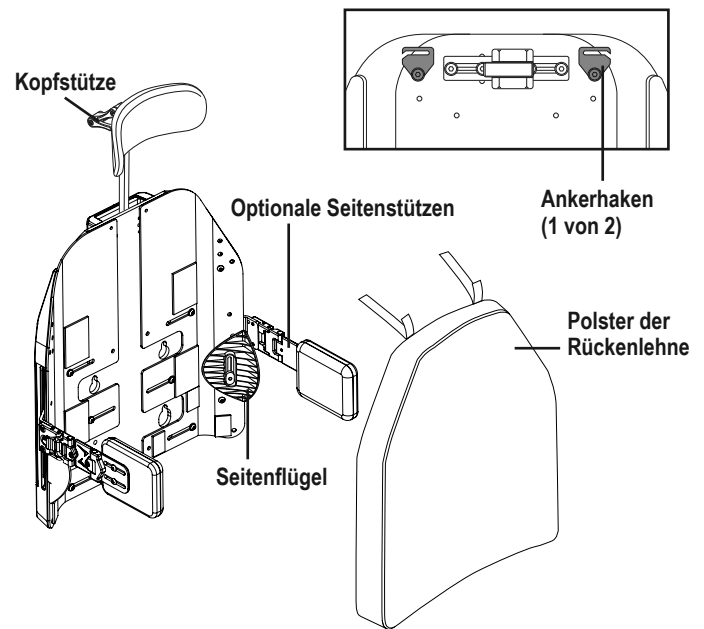

Abbildung 22. Komponenten der TRU-Comfort 4
Die TRU-Comfort ist eine einzigartige Rückenlehne, die in Bezug auf Komfort und Positionierung auf Nutzerbedürfnisse eingeht. **Abbildung 22** informiert Sie über die abnehmbaren und verstellbaren TRU-Comfort Komponenten. Nutzen Sie diese Diagramme, um sich mit der Funktion und Position einer jeden Komponente vertraut zu machen, bevor Sie die TRU-Comfort benutzen. **Siehe Abbildungen 22 und 23** zeigen, welche Rückenlehne sich auf Ihrem Elektrorollstuhl befindet.
1. Positionieren Sie die Lenden- und Bruststütze(n) für optimalen Nutzerkomfort und eine bestmögliche Positionierung mit der flachen Seite nach unten und drücken Sie sie gegen die Rückenlehne. Positionieren Sie die Seitenstützen und Seitenflügel je nach Bedarf und befestigen Sie sie am Gerät. **Siehe Abbildung 22.**
2. Positionieren Sie das Rückenlehnenkissen so, dass die wiederverwendbaren Klettverschlüsse zur Rückenlehne weisen. Legen Sie das Kissen über eine oder mehrere Lordosen-, Seiten- und Bruststützen. Befestigen Sie das Kissen an der Rückenlehne, indem Sie die beiden (2) langen Klettverschlüsse durch die Ankerhaken schieben und die beiden (2) kurzen Klettverschlüsse gegen die längeren Gurte drücken. **Siehe Abbildung 22 oder 23.**
1. Entfernen Sie das Rückenlehnenkissen von der Rückenlehne, indem Sie die wiederverwendbaren Klettverschlüsse sowie die wiederverwendbaren Verschlüsse, mit denen das Kissen an der Rückenlehne befestigt ist, lösen und das Kissen dann zu sich ziehen. **Siehe Abbildung 22 oder 23.**
6. Wenn der Bezug trocken ist, decken Sie das Rückenlehnenkissen wieder ab und positionieren Sie das Rückenlehnenkissen so, dass es zu den wiederverwendbaren Befestigungselementen an der Rückenlehne zeigt. Befestigen Sie das Kissen mit den wiederverwendbaren Befestigungselementen an der Rückenlehne sowie den wiederverwendbaren Klettbändern an der Rückenlehne. **Siehe Abbildung 22 oder 23.**